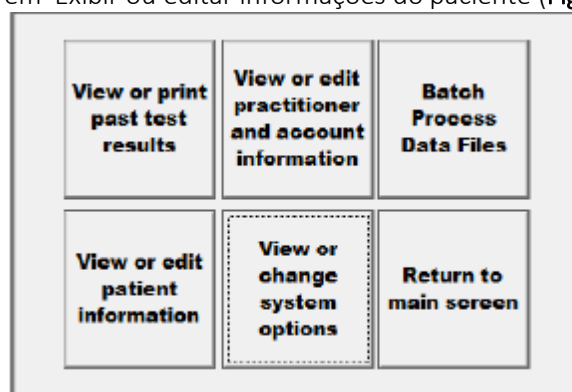

Figura 104: Janela de Visualização Enfant®
2. Em seguida, clique em 'Exibir ou editar informações do paciente' (Figura 104).